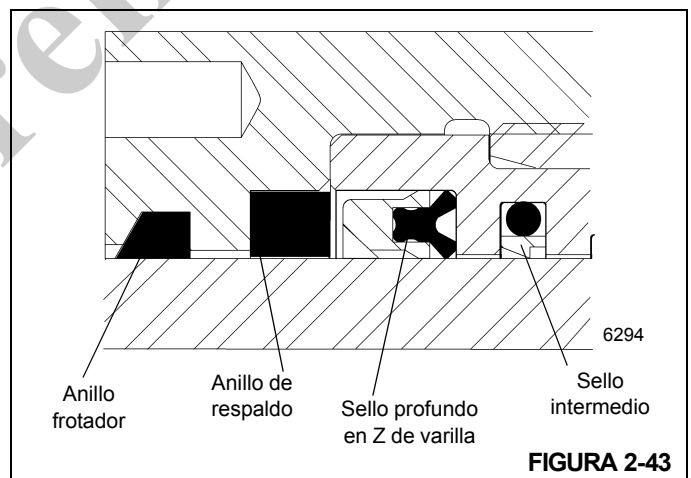

FIGURA 2-43
4. Instale el sello intermedio, el sello de varilla y anillo de respaldo dentro de la cabeza, asegurándose que los sellos estén debidamente armados y colocados en el sentido correcto (vea la Figura 2-43).